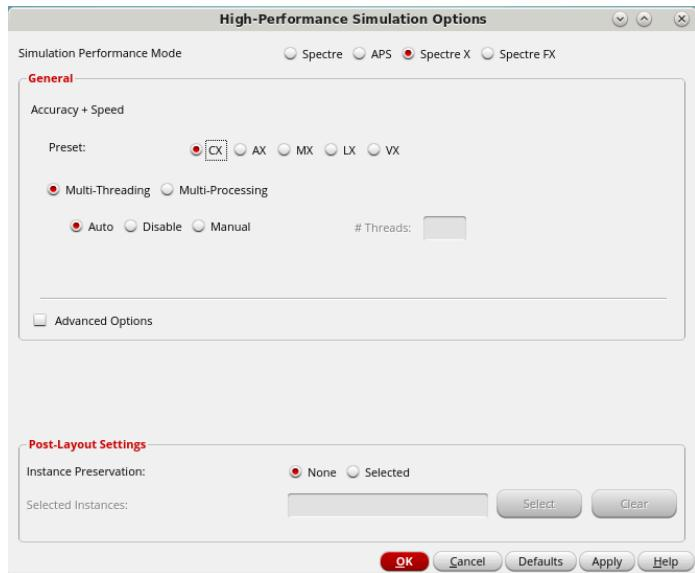

图 104 Spectre X 设置
2. 在 Simulation Performance Mode 属性栏选择 Spectre X，在 Preset 属性栏选择 CX，如图 104 所示。点击 OK 按钮即可。